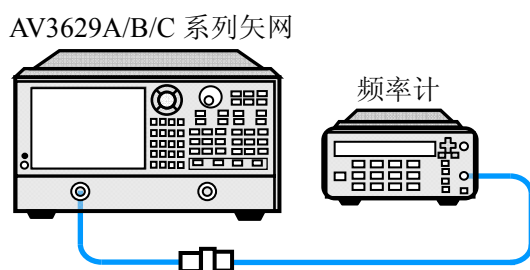

图 14-1 频率范围及频率准确度测试框图
- a) 如图 14-1 所示连接系统, 预热 60 分钟以上;